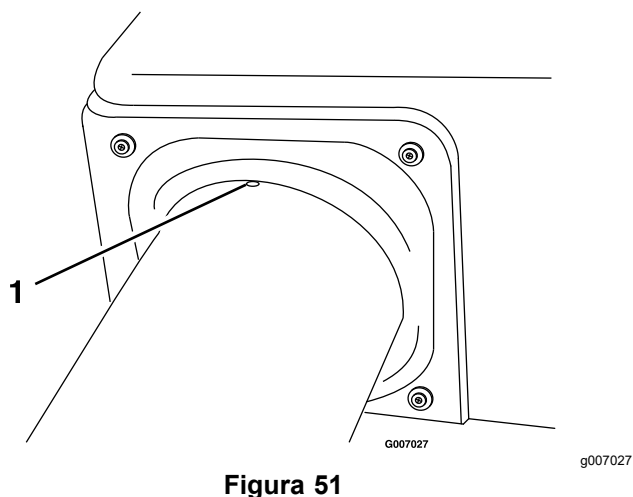

Figura 51
7. Allineate la fossetta nel tubo superiore in ugual misura tra le viti che fissano la guarnizione della tramoggia alla tramoggia stessa (Figura 51).
- 11. Verificate che la fossa di Figura 51 sia ancora in posizione.